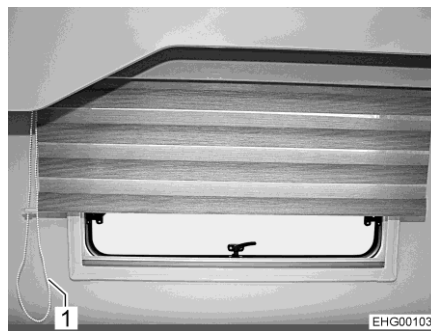

Bild 110 Variabel rullgardin i det bakre området
- Dra i snöret på kedjan (Bild 110,1) som stänger den variabla rullgardinen tills rullgardinen befinner sig i önskat läge.
- Dra i snöret på kedjan (Bild 110,1) som öppnar den variabla rullgardinen tills rullgardinen befinner sig i önskat läge.